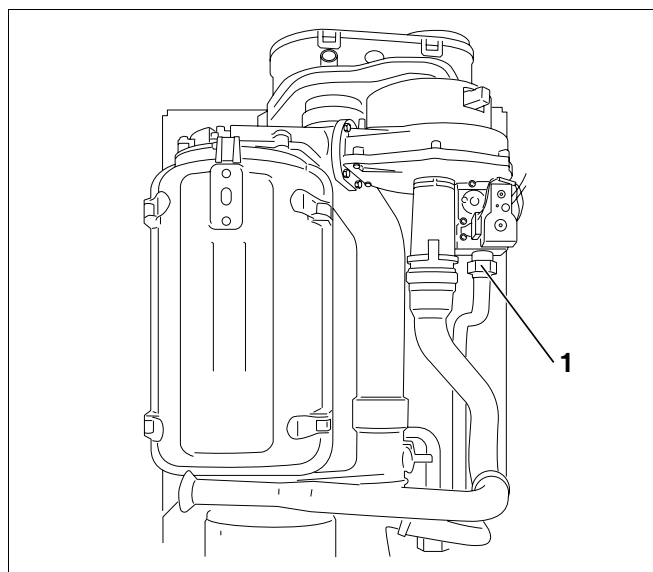

Bild 43 Verschraubung Gasleitung/Gasarmatur
- Gasleitung von der Gasarmatur lösen (→ Bild 43, [1]).